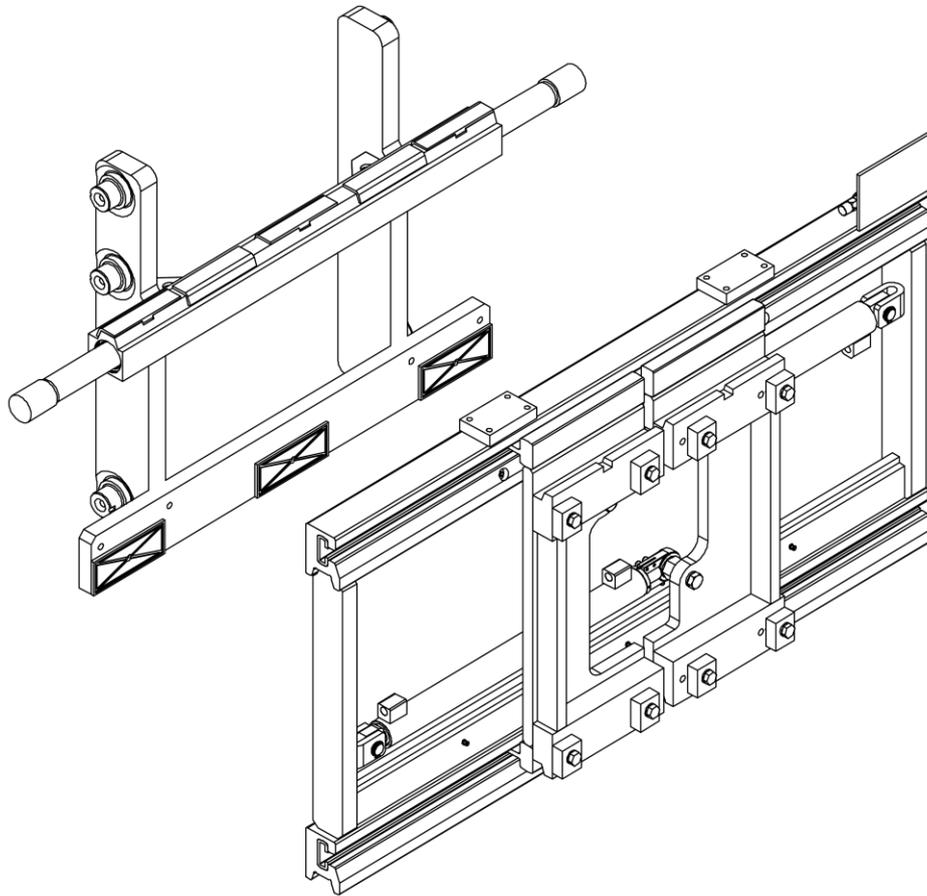

Figura 32
3. Rimuovere, sollevandola adeguatamente, la struttura traslante anteriore (vedi *Figura 32*).